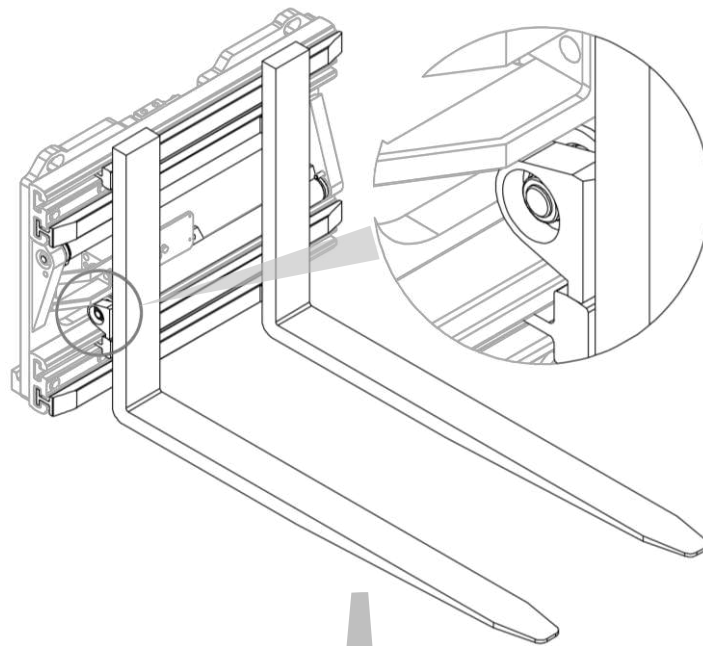
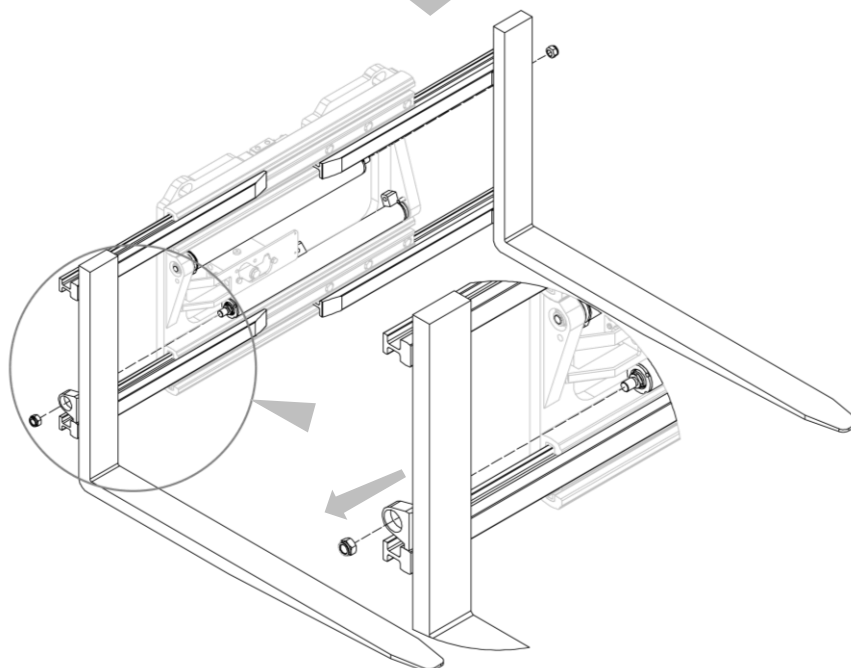

Figura 22
Figura 23
2. Rimuovere le forcelle con le forche dopo aver svitato i relativi dadi che le vincolano ai cilindri (vedi *Figura 22* e *Figura 23*).